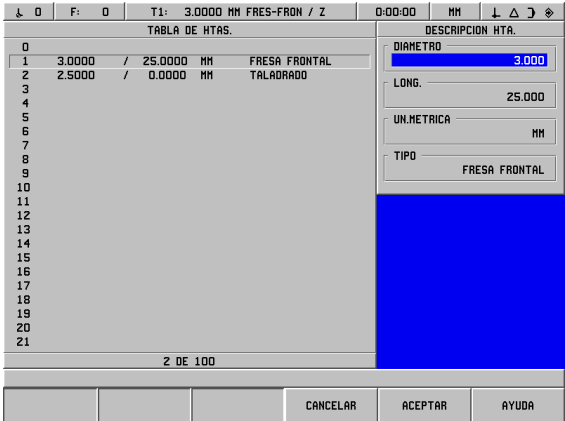

Fig. I.62 Introducir la longitud y el diámetro de la herramienta
**Ejemplo: Introducir la longitud y diámetro de la herramienta en la tabla de herramientas. Véase Fig. I.62 & Fig. I.63.**